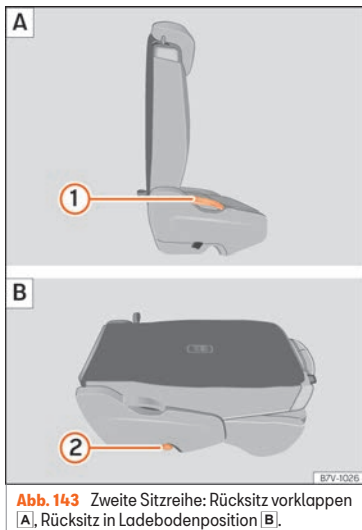

Abb. 143 Zweite Sitzreihe: Rücksitz vorklappen **A**, Rücksitz in Ladebodenposition **B**.
- Entfernen Sie Gegenstände aus dem Fußraum vor und hinter dem Rücksitz »» ❶.
- Hebel »» **Abb. 143** ❶ nach oben ziehen und Rücksitzlehne nach vorn klappen. Der komplette Rücksitz klappt nach vorn »» ⚠.
- Die nach vorn geklappte Rücksitzlehne herunterdrücken, bis die Rücksitzlehne in der Ladebodenposition eingerastet ist »» **Abb. 143** **B**.
- Hebel »» Abb. 143 ❶ nach oben ziehen und Rücksitzlehne nach oben in die aufrechte Position klappen. Der komplette Rücksitz klappt nach hinten.